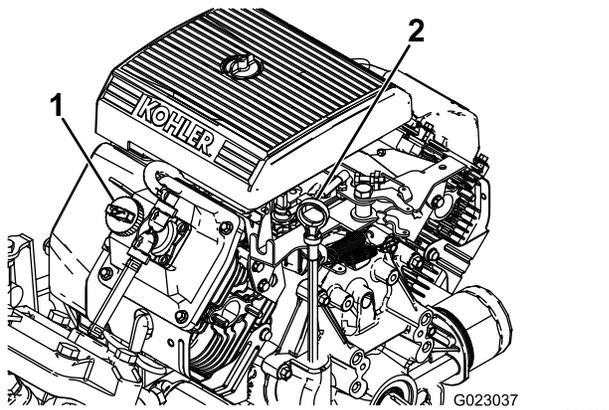

Рисунок 11
2. Выньте масломерный щуп и протрите его чистой ветошью (**Рисунок 11**).
4. Если уровень масла низкий, снимите крышку заливной горловины с крышки клапана (Рисунок 11) и ЗАЛЕЙТЕ МАСЛО В ОТВЕРСТИЕ ДО ОТМЕТКИ FULL (Полный) НА ЩУПЕ; СМ. ПРАВИЛЬНЫЙ ТИП И ВЯЗКОСТЬ МАСЛА В . Замена масла в двигателе \(страница 56\)